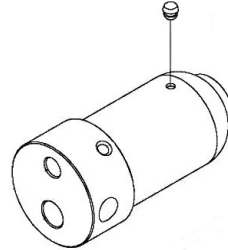

Abb. 9: Öleinfüllschraube
- Schritt 5: Öffnen Sie die Öleinfüllschraube (Abb. 9) langsam und vorsichtig, um die eingeschlossene Luft entweichen zu lassen.